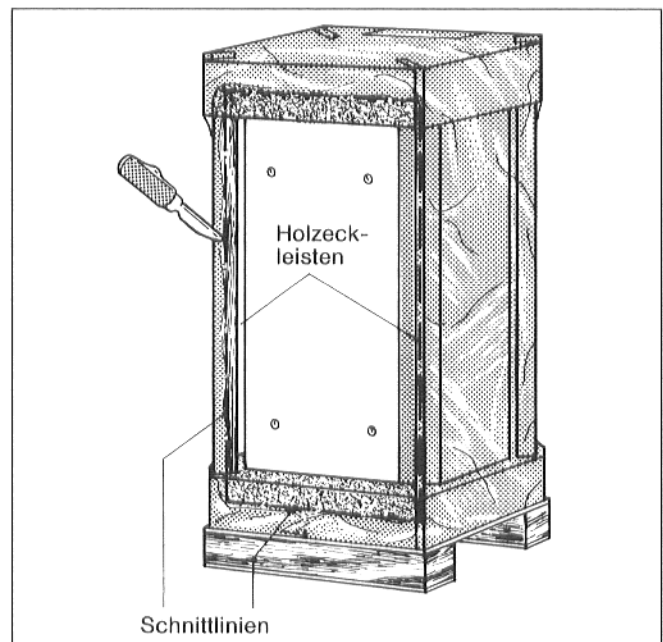

Abb. 16
- Verpackungsfolie auf der Seite gegenüber des Aufklebers „Kessel-Speicherbefestigung“ nach Abb. 16 ausschneiden und **nur den Ausschnitt** entfernen.